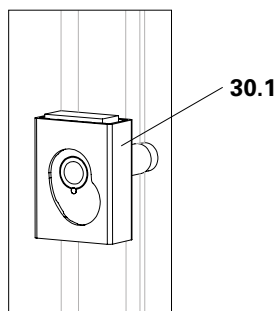

Fig. A6.04
Il dado di ancoraggio UNO Plus (30.1) fa parte del sistema di ancoraggio UNO Plus (30). Il dado di ancoraggio UNO Plus (30.1) insieme al tirante UNO Plus (30.2) collega la cassaforma iniziale con quella di chiusura. (Fig. A6.04)